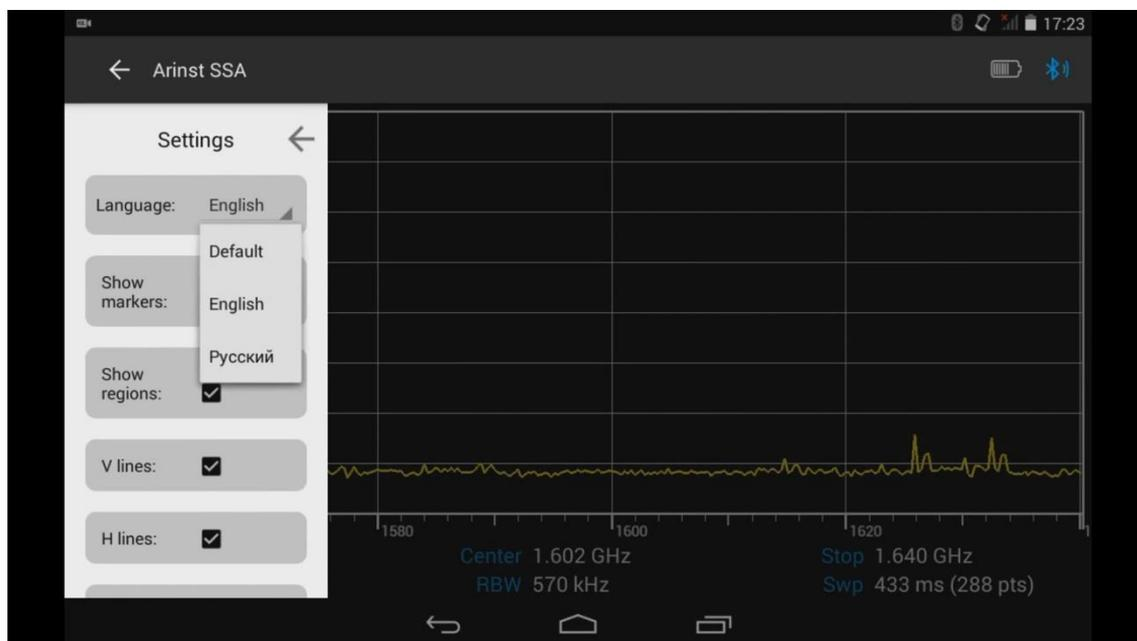

Рисунок 63 – Выбор языка интерфейса управляющей программы.
8.10.2. Для установки языка интерфейса, нажмите на кнопку **Language**, и в появившемся окне выберите язык интерфейса управляющей программы, рисунок 63.